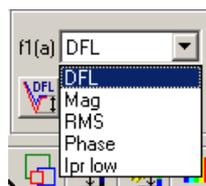

Рис. 8-3
2. В раскрывающемся списке **f1(a)** выберите сигнал, соответствующий измеряемой величине. В рассматриваемом примере измеряемым сигналом является **DFL** (Рис. 8-3).